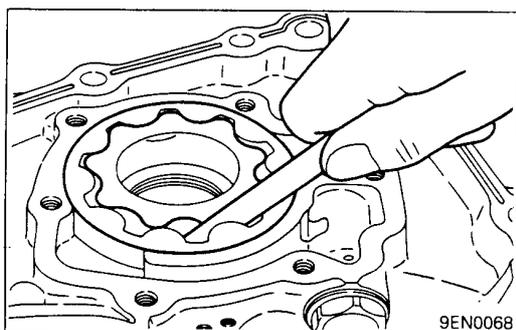

Рис. 11.44
(1) Проверьте зазор между выступами роторов (рис. 11.44).